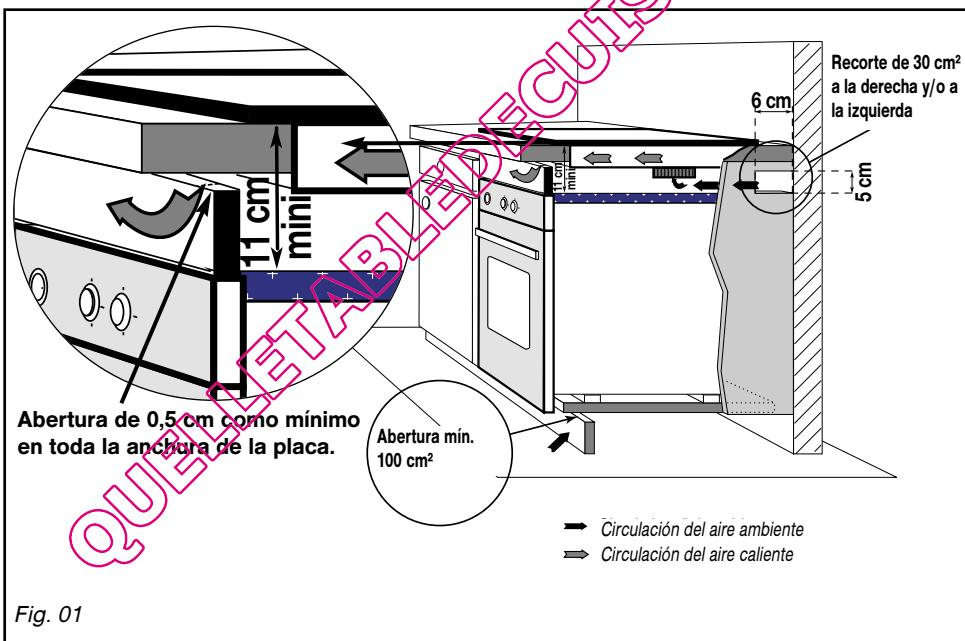

Fig. 01
- Encima de un horno (Fig. 01)